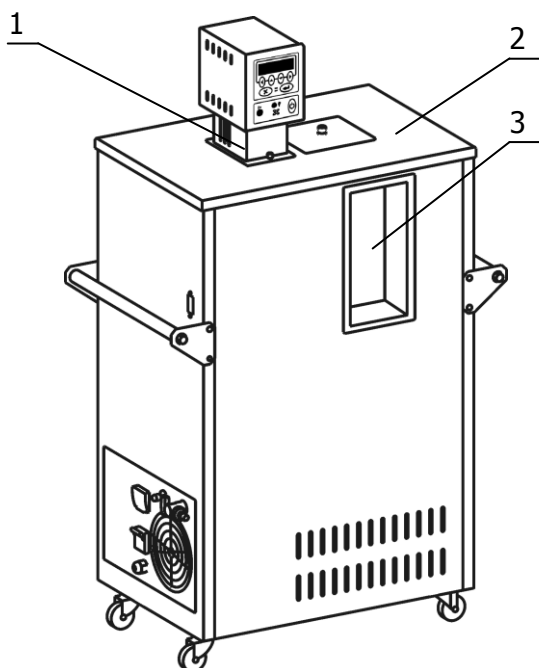
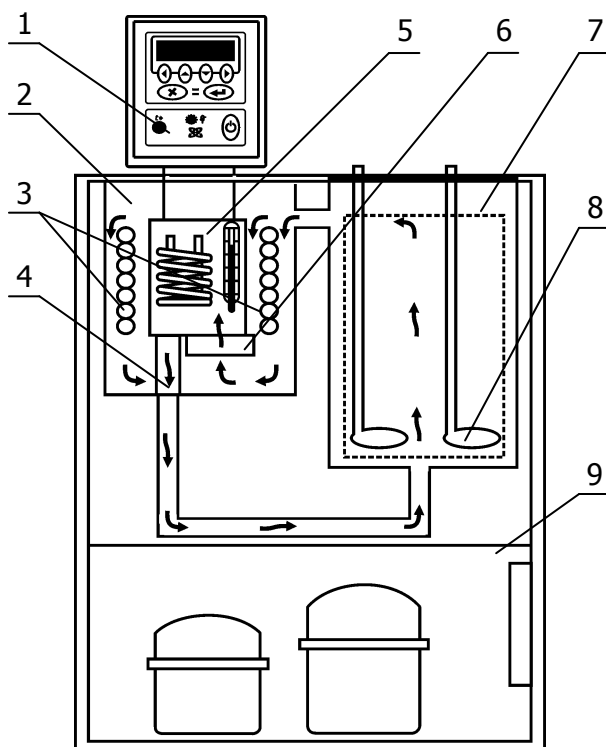

Рисунок 1 — Внешний вид термостатов «КРИО-ВИС-Т-05»
Рисунок 2 — Устройство термостата
1.4.2 Конструкция термостата состоит из блока регулирования температуры 1 и корпуса 2 (рисунок 1), внутри которого расположены: буферная 2 и рабочая 7 ванны. В корпусе термостата также размещена холодильная машина 9 (рисунок 2). В буферной ванне, кроме погружаемой части блока регулирования, расположены выходная трубка насоса 4 и теплообменник 3 (рисунок 2), по которому прокачивается хладагент при работе холодильной машины. В передней стенке корпуса имеется смотровое окно 3 (рисунок 1).
1.4.3 Работа термостата заключается в поддержании заданной температуры циркулирующего теплоносителя и обеспечении равномерного температурного поля в рабочей зоне. Циркуляция теплоносителя обеспечивается центробежным насосом 6 (рисунок 2), расположенным в блоке регулирования температуры.
1.4.4 Поддержание заданной температуры теплоносителя осуществляется электронным регулятором, расположенными в блоке регулирования температуры 1 (рисунок 1) при помощи датчика температуры и электрического нагревателя. Охлаждение теплоносителя осуществляется с помощью холодильной машины 9 посредством теплообменника 3, установленного в буферной ванне (рисунок 2).
1.4.5 Циркуляционный насос 6 блока регулирования температуры забирает теплоноситель из буферной ванны 2 и нагнетает его в резервуар с нагревателем и датчиком температуры 5. В резервуаре температура теплоносителя регулируется и, далее, через выходную трубку 4 теплоноситель поступает в рабочую ванну 7. Далее теплоноситель из рабочей ванны возвращается в буферную 2. Благодаря этому происходит постоянный теплообмен между буферной и рабочей ваннами и поддержание заданной температуры теплоносителя. В рабочую ванну устанавливаются вискозиметры 8 (рисунок 2).